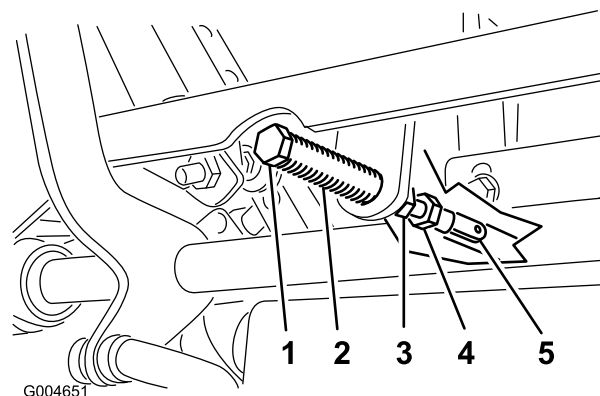

Figure 78
5. Tirez-le ensuite en arrière jusqu'à ce que l'axe de chape (situé sur un bras au-dessus de l'axe de pivot) touche l'extrémité de l'encoche (c.-à-d. commence juste à appuyer sur le ressort), comme montré à la Figure 78.
7. Si un réglage s'impose, desserrez l'écrou et l'écrou de blocage vissés contre la chape (Figure 78).
8. Appliquez une légère pression à l'arrière du levier, et tournez la tête du boulon de réglage dans le sens voulu pour centrer le levier à la position de VERROUILLAGE AU POINT MORT (Figure 78).
9. Serrez l'écrou et l'écrou de blocage (Figure 78).
- Serrez les écrous de blocage contre les rotules (Figure 78).